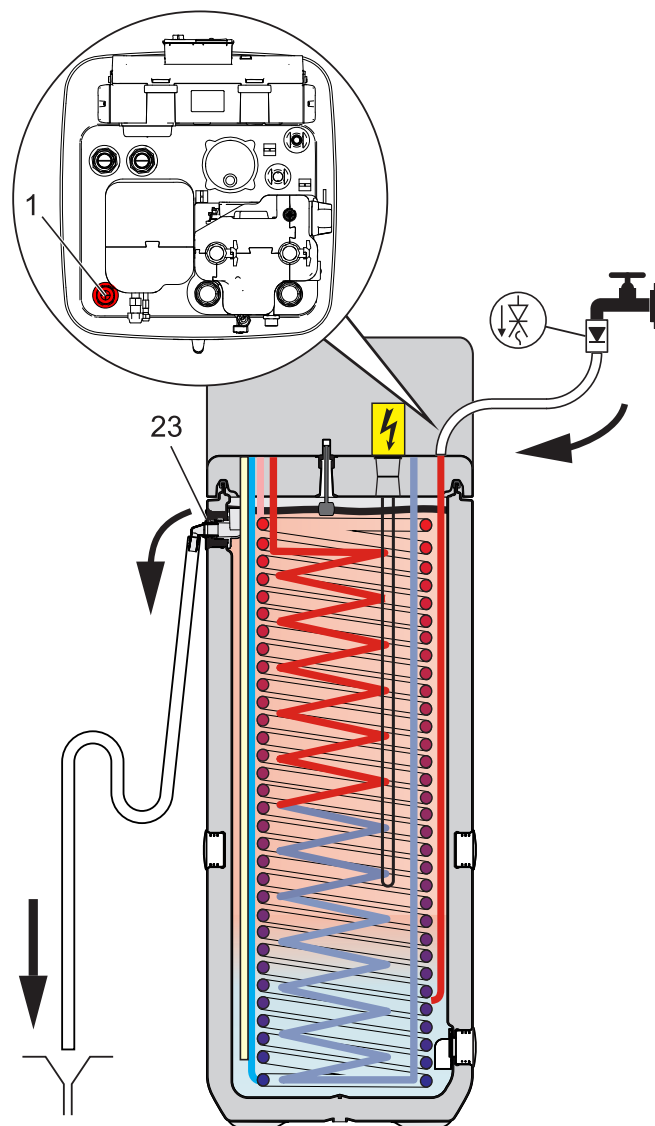

Fig. 27-1 Remplissage de l'accumulateur tampon - sans système solaire DrainBack raccordé
- Raccorder le tuyau de remplissage avec clapet anti-retour (1/2") sur le raccord « solaire – départ » (Fig. 27-1, pos. 1).
- Remplir le réservoir d'accumulateur de la Daikin Altherma EHS(X/H) jusqu'à ce que de l'eau sorte par le raccordement de trop-plein (Fig. 27-1, pos. 23).